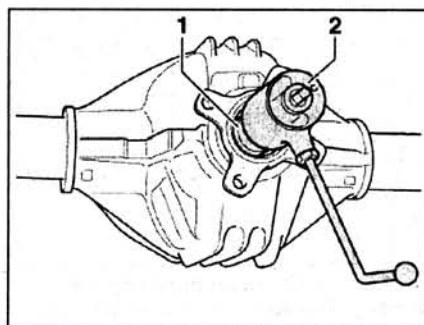

Рис. 4.92. Отрегулируйте момент (25-30 Нм) с помощью ключа 2 и гайки 1 (сальник должен быть установлен).
20. Отрегулируйте момент (25-30 Нм) с помощью ключа 2 и гайки 1 (сальник должен быть установлен) (рис. 4.92).